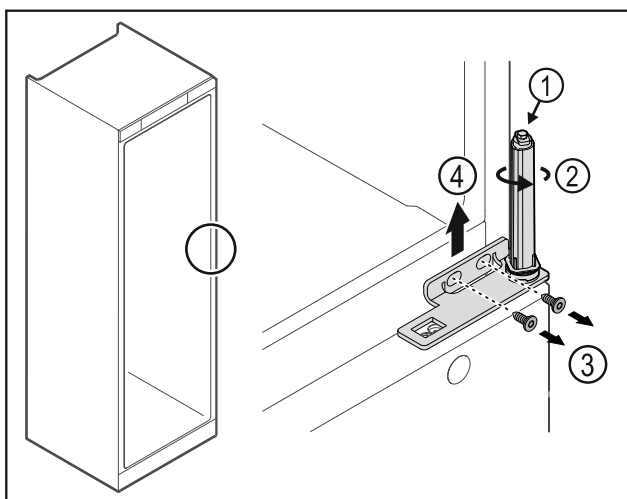

Fig. 32
- Ta inte isär dörrlåssystemet Fig. 32 (1).
- Vrid låssystemet Fig. 32 (2) tills det klickar.
- Lossa skruvarna Fig. 32 (3), ta av gångjärnsfästet uppåt Fig. 32 (4).